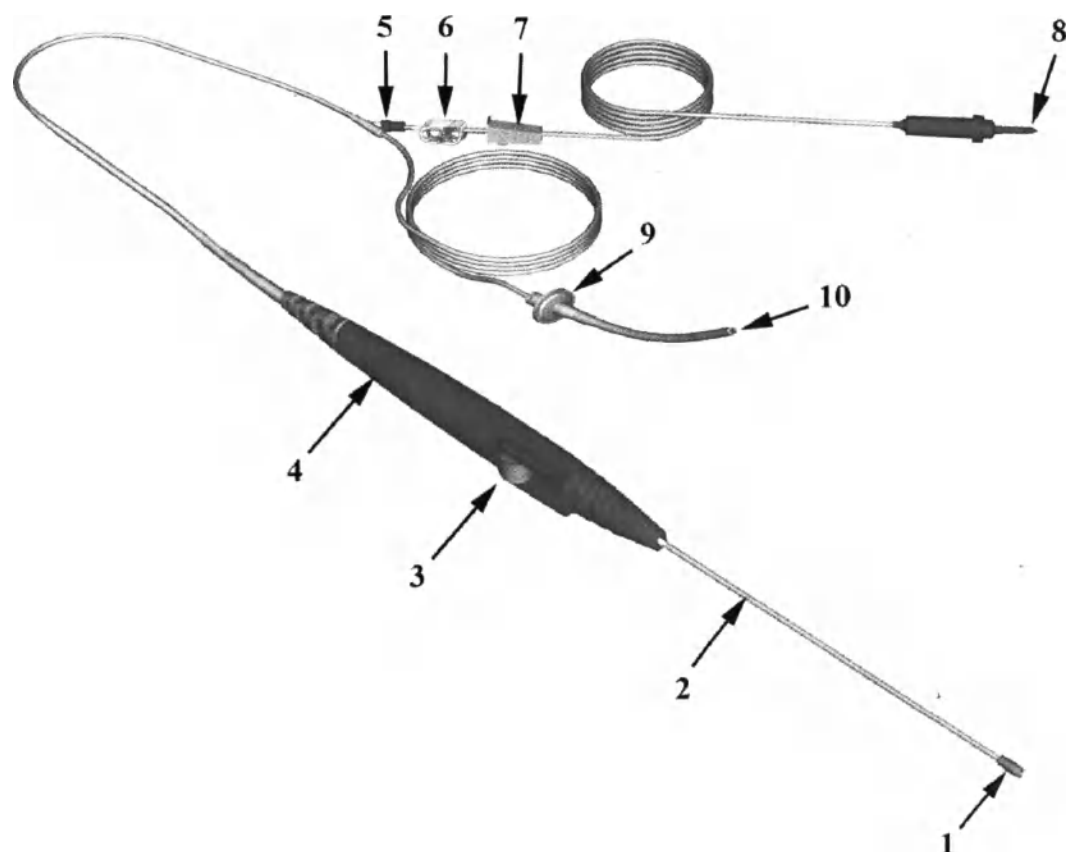

Рис. 1.
- При извлечении устройства из упаковки и подготовке его к использованию соблюдайте осторожность, чтобы избежать растяжения или повреждения на участке между рукояткой (рисунок 1, пункт 4) и соединением с люэровским наконечником для в/в введения (рисунок 1, пункт 5). В противном случае может повредиться линия физраствора, что приведет к ухудшению или отсутствию потока физраствора к области анастомоза.